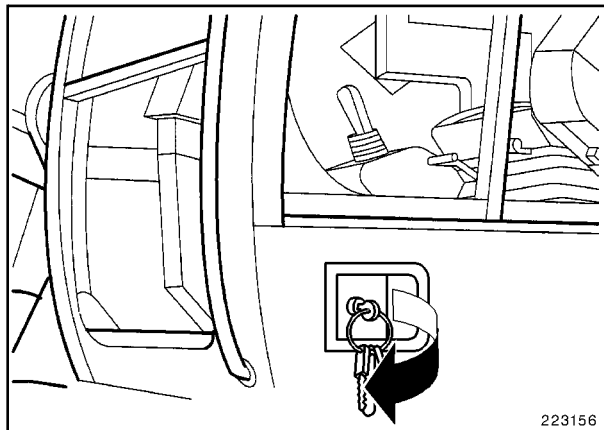

Fig. 4
- Abrir con llave la puerta (Fig. 4).
- Tirar de la chapaleta en la cerradura de la puerta (flecha, Fig. 4). Se puede abrir ahora la puerta.